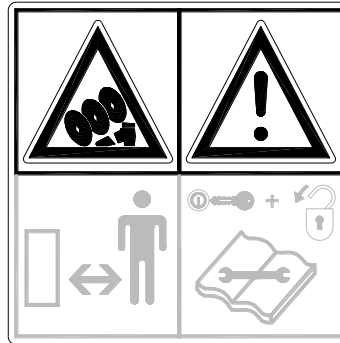

Fig. 5
**Mantenersi almeno a 4 metri di distanza dall'attrezzatura!** (Fig. 5)